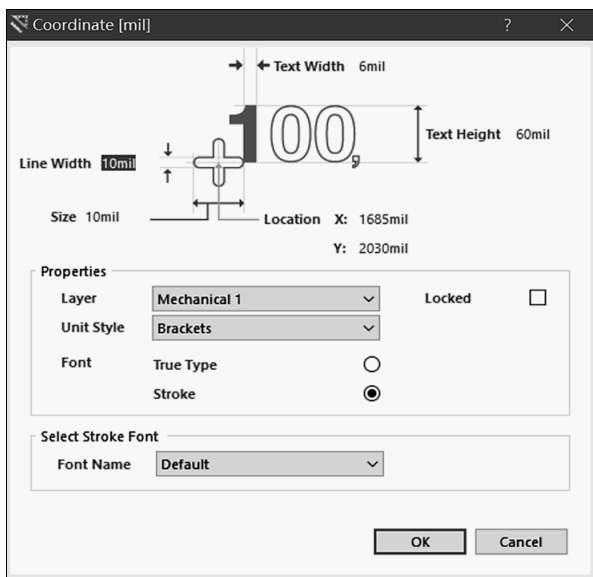

图 8-1-7 Coordinate 对话框
(1) 单击 Utilities 工具栏中的绘图工具按钮 ，在弹出的工具栏中单击坐标标注按钮 ，或执行菜单命令 Place→Coordinate。
(2) 按【Tab】键，打开如图 8-1-7 所示的 Coordinate 对话框。